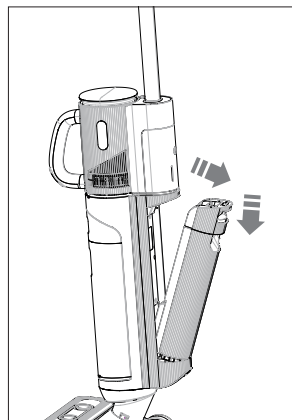

Abb. 6 – Wassertank entnehmen
- ▶ Fassen Sie in die Griffmulde des Frischwassertanks (14) und drücken Sie die Entriegelungstaste des Frischwassertanks (15) nach unten.
- ▶ Ziehen Sie den Frischwassertank aus dem Gerätekörper heraus (**siehe Abb. 6**).